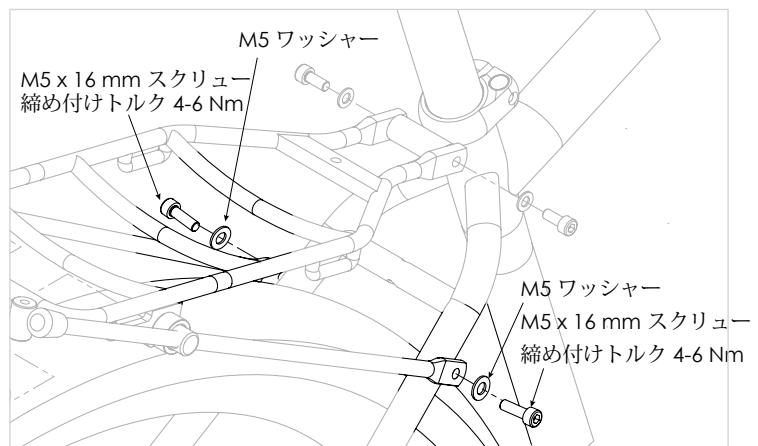

図 12
- ストラットを緩め、シートステイ上の取り付けマウントに角度を合わせ、M5ボルトとM5ワッシャで取り付けます(図12)。
- ラックのストラットとシートステイのM5固定ボルトを4-6Nmで固定します(図12)。